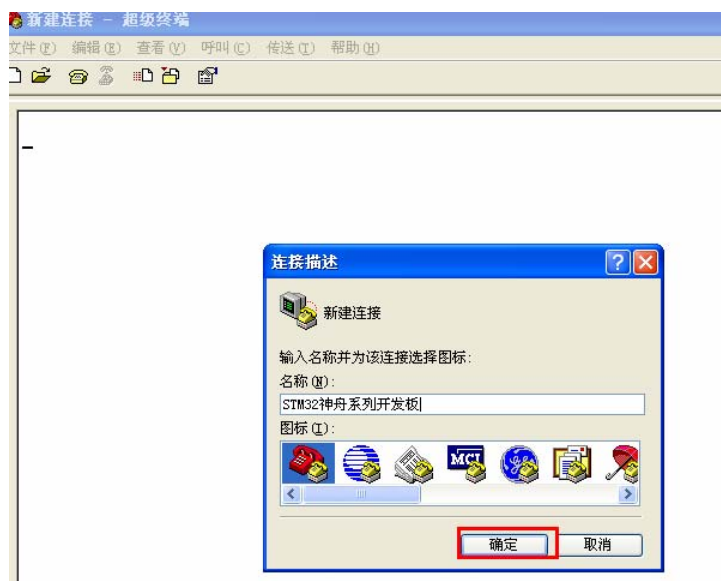

图 5-62 建立一个通信并取名
用一根杜邦线将 JP16 上的 P25 引脚和 JP19 上的任意一个灯的引脚连起来如图 5-62 所示。
2) 输入“STM32 神舟系列开发板”如图 5-62 所示: